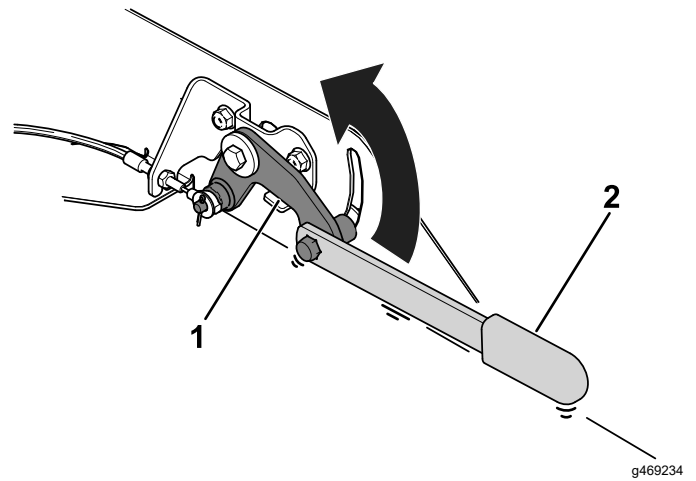

Figura 39
- C. Poziționezi maneta pe ansamblul de eliberare a frânei, deplasezi-o în sus în fantă pentru decuplarea frânei de parcare (Figura 39) și strângi piulia pentru a menține frâna de parcare decuplată în timp ce tractezi maina.